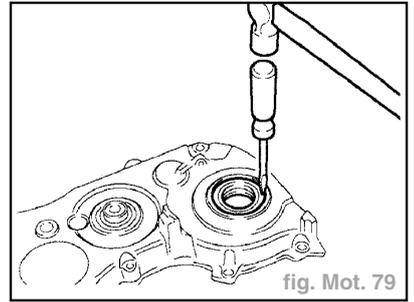

fig. Mot. 79
- A l'aide d'un tournevis et d'un marteau, chasser la bague d'étanchéité (fig. Mot. 79).